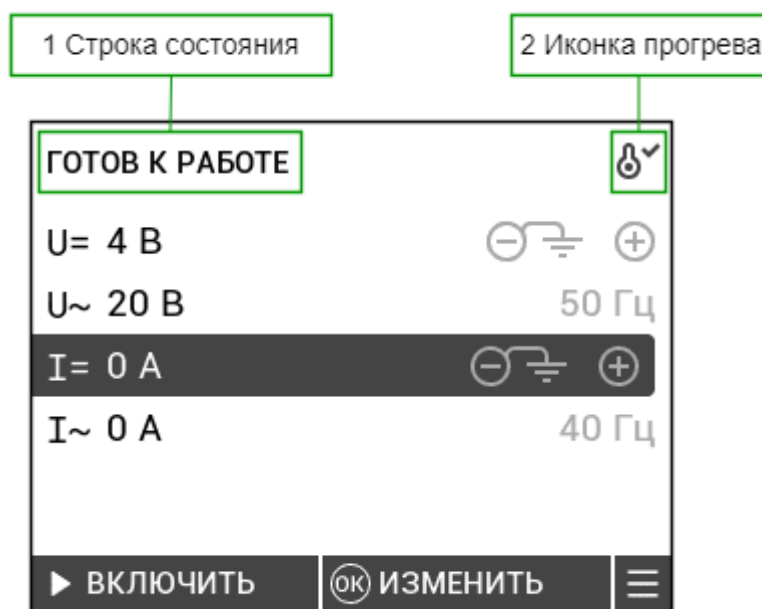

Рисунок 5 – Калибратор в состоянии «ГОТОВ К РАБОТЕ»
2.7.5 Надпись «ГОТОВ К РАБОТЕ» в строке состояния (рисунок 5), сигнализирует о том, что прибор прогрелся.